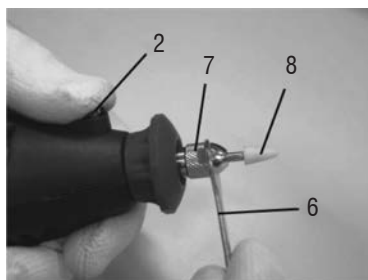

Fig. 3 – Fixação dos acessórios
3. Enquanto segura a trava do eixo (2) com a chave de boca (6), parafuse a porca de fixação (7), fig.3;